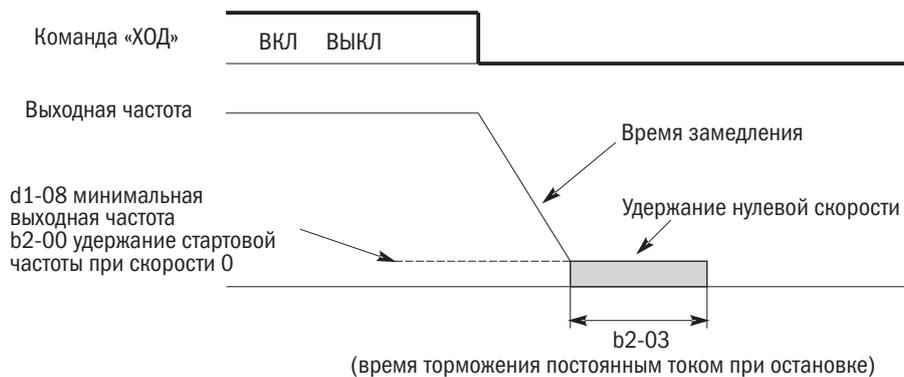

Рисунок 47 – Линейное замедление
- Для векторного регулирования с замкнутым контуром, векторного регулирования фазовой модуляции с замкнутым контуром: когда выходная частота падает ниже уровня b2-00, включается стабилизация нулевой скорости на время, установленное в b2-03. См. ниже рисунок 47.